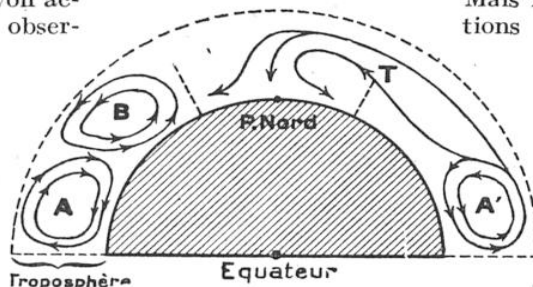

FIG. 1. — LES GRANDS COURANTS AÉRIENS DE L'HÉMISPHERE NORD
En dépit de la confusion apparente des mouvements aériens, on y peut reconnaître une circulation générale déterminée par la convection, c'est-à-dire par la différence de température entre les régions équatoriales et polaires, et modifiée par le mouvement de rotation de la Terre autour de son axe polaire. Ces grands courants sont représentés pour l'hémisphère Nord (1) par la figure 1, sur une coupe idéale passant par un méridien. On y reconnaît d'abord, en *A A'*, le *circuit tropical*, formé de courants ascendants au voisinage de l'Équateur, descendants vers les tropiques; c'est ce courant qui se manifeste, au ras du sol, par les vents alizés et, en altitude, par le contre-alizé; une fraction dérivée de ce courant s'échappe dans la haute atmosphère et va nourrir, comme la figure l'indique en *T*, la *douche glacée* qui se déverse périodiquement sur le front polaire.